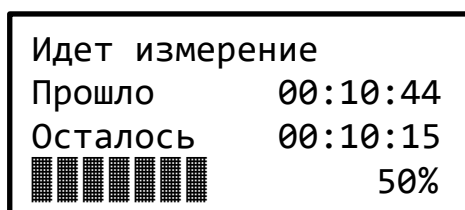

Рисунок 14 – Экран режима измерения
2.8.9 Для запуска измерения в режиме ожидания необходимо нажать клавишу «Ввод» (↵). После её нажатия происходит запуск измерения и на индикаторе отображается экран режима измерения (рисунок 14).